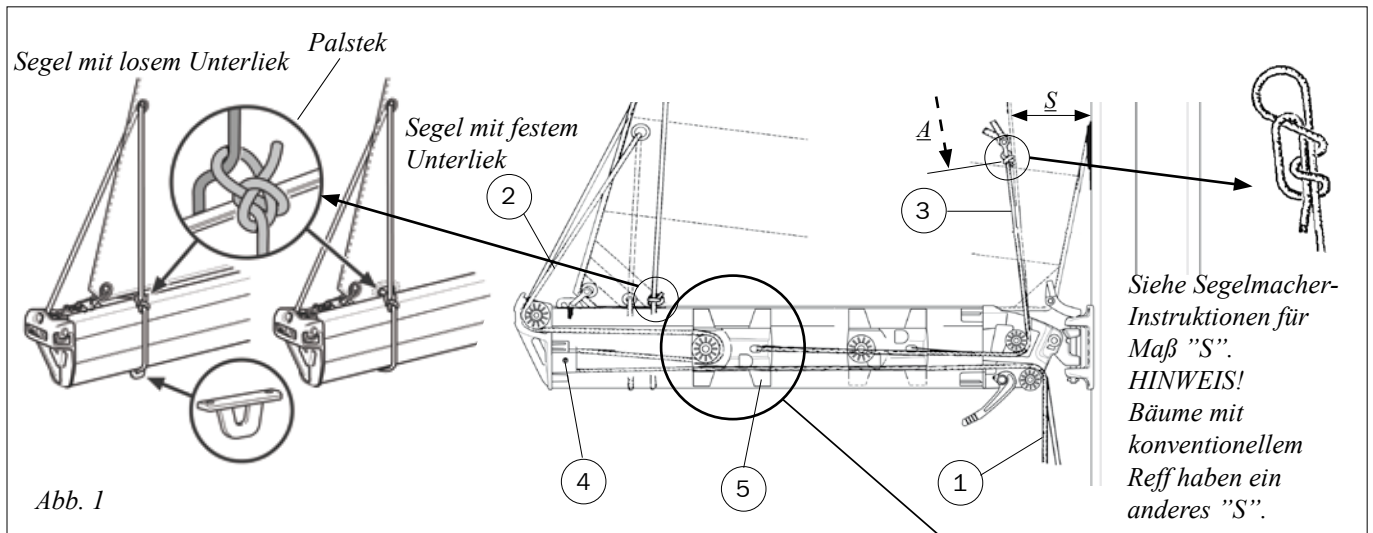

Abb. 1
7. Montieren Sie die Achse mit ihren zwei Leinenrollen in der oberen Bohrung des Baumhalses (siehe Abb. 1). Sichern Sie die Achse an beiden Enden mit den beiliegenden Sprengringen. Prüfen Sie, ob die Pilotleinen richtig in den einzelnen Rollen laufen.
8. Montieren Sie die einzelnen Blöcke ④ in den Bohrungen des Nockbeschlags. Die Gewinde der Schäkelbolzen müssen nach außen zum Baumprofil zeigen.
- Nehmen Sie das hintere Ende der langen Stb. Reffleine ② das am Baumprofil festgeklebt wurde, und fädeln Sie sie durch den Block ④, und von oben durch den Reffschlitten ⑤, dann durch die Steuerbordrolle an der Baumnocke. (siehe Abb. 1). Machen Sie einen Achtknoten ins Leinenende.
- Schieben Sie den Reffschlitten in den Baum und ziehen Sie ihn zusammen mit der kurzen Reffleine ③ durch den Baum zum vorderen Ende. Prüfen Sie ob die lange Leine ② nicht zwischen Reffschlitten und dem Baumprofil eingeklemmt ist.
- Wiederholen Sie Pkt. 7 u. 8 mit der Leine ② an Bb.
- Sichern Sie die Reffleine ① entweder im Cockpit oder am mastseitigen Endbeschlag.
- Ziehen Sie die Reffleine ② bis der Reffschlitten ⑤ innen am äußeren Baumbeschlag stoppt. Sichern Sie die Leine vorläufig.
- Ziehen Sie die Reffleine ③ stramm. Markieren Sie mit einem Filz-Stift die Leine an der Stelle, an der sie nach oben den Baum verlässt.
- Entlasten Sie die Reffleine ①. Ziehen Sie die Reffleine ③ ca. 1 m aus dem Baum.
- Ziehen Sie die Reffleine ③ um das Maß "A (mm)" in der Tabelle 1 aus dem Baum und markieren Sie die Leine dort.
- Verknoten Sie den Schäkel an der 2. Markierung mit dem in Abb. 1 gezeigten Knoten. Ziehen Sie den Knoten fest. Dabei soll die 2. Markierung A direkt unter dem Knoten erkennbar sein.
1. Befestigen Sie die Schäkkel mit den Reffleinen ③ an den entsprechenden Seiten des Segels.
2. Entspannen Sie die Reffleinen ②. Führen Sie diese durch die Reffkauschen und verknoten Sie diese am Baum (siehe Abb. 1). Ist das Unterliek im Baum eingezogen, kann ein Schlitz zur Durchführung der Reffleinen ② eingearbeitet werden. Achten Sie zur effektiven Handhabung auf die richtige Position dafür. Hat das Segel ein offenes Unterliek, kann sich die Position der Reffleinen verschieben. Sie können dann an einem Baumbeschlag, in der Nut unter dem Baum, fixiert werden. (geeignete Seldén Beschläge, siehe Tabelle 1).
3. Setzen Sie das Segel und prüfen Sie, ob etwas Lose in den vorderen Reff-Leinen ③ ist.
6. Kürzen Sie die überflüssige Leine an der Reffleine ③ unter dem Schäkkel. Lassen Sie ein kleines 30 mm langes Stück vor dem Knoten.